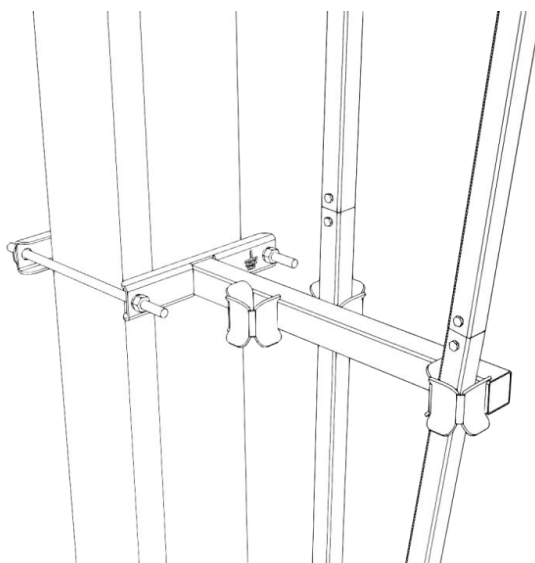

Рис.6 Тягоуловитель
4.7 В зависимости от типоразмера привода разъединитель имеет две или три тяги управления. Тягоуловитель (Рис.6) предотвращает возможность обрыва тяг, увеличивает их жесткость.